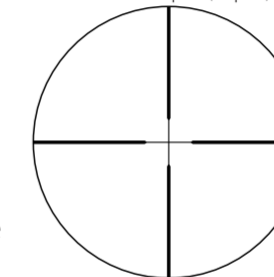
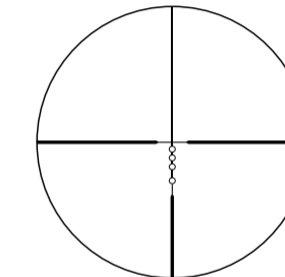

Fig. 3-1
Fig. 3-2
- 1 Regardez dans l'oculaire, l'œil placé à 10 cm environ (4 pouces) de l'oculaire, pour voir le réticule Nikoplex (Duplex) (Fig. 3-1) ou le réticule BDC150 (Fig. 3-2), selon le produit que vous avez acheté. Assurez-vous que votre œil est correctement aligné et positionné à la bonne distance, afin d'éviter que votre vue ne soit « bouchée ».